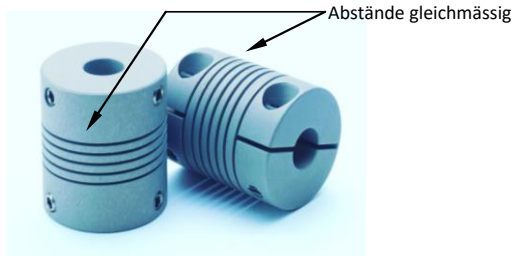

Abbildung 8.1: Abstand Wendel
Die Kupplung muss spannungsfrei montiert werden, d.h. ohne Kompression, Zug- und Torsionsspannung. Der komprimierte oder gespannte Zustand ist durch den gleichmässigen Abstand der einzelnen Wendel erkennbar (siehe Abbildung 8.1). Die Abstände müssen gleichmässig über die ganze Wendel verlaufen.
- Die Wendel dürfen sich nicht berühren (siehe Abbildung 8.1).